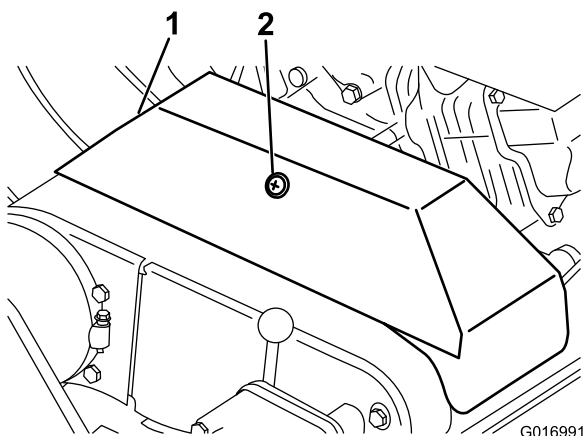

Figura 32
3. Allentate l'ancoraggio di fissaggio del paracinghia della cinghia trapezoidale, e girate il paracinghia per aprirlo (Figura 32).